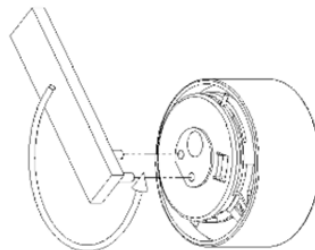

Fig.2
- installare l'utensile speciale sui due fori posizionati sull'albero centrale del cuscinetto (Fig.2);
- install the dedicated tool on the two holes of bearing central shaft (Fig. 2);